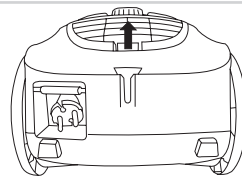

Figura 9
2. Aprire il coperchio del filtro d'uscita tirando il bordo del coperchio stesso. Estrarre il filtro d'uscita dall'apparecchio; vedere figura 9.